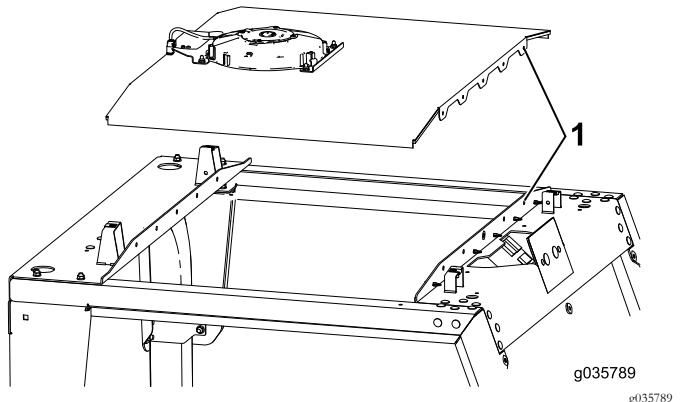

Figura 4
- Coloque el conjunto de techo en la máquina, alineando los orificios de remache en el conjunto con los orificios de remache de la máquina (Figura 4).